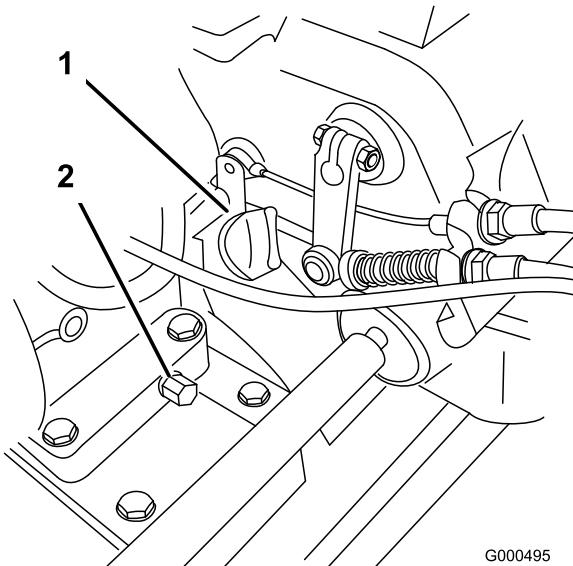

Figura 20
1. Posizionate il tosaerba in modo che il motore sia a livello, e pulite attorno al misuratore del livello dell'olio (Figura 20).
- Collocate una bacinella sotto il tappo di spurgo, dietro la macchina (Figura 20). Togliete il tappo di spurgo.